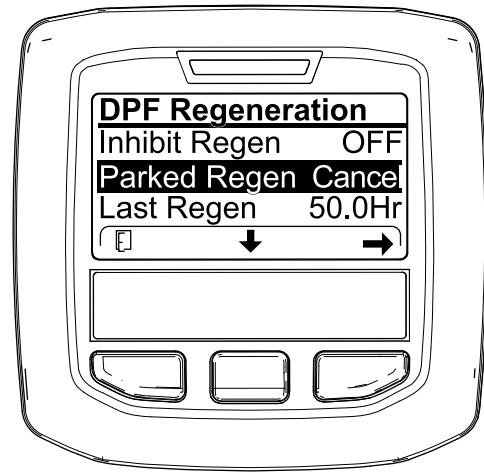
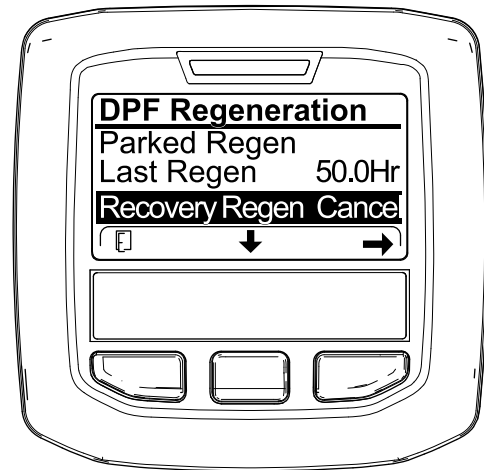

Bild 63
Bild 64
2. Drücken Sie die mittlere Taste, um auf die Option PARKED REGEN. CANCEL (Bild 63) oder RECOVERY REGEN. CANCEL zu navigieren (Bild 64).
3. Drücken Sie die rechte Taste, um den Eintrag „Regen. Cancel“ auszuwählen (Bild 63 oder Bild 64).
1. Zugreifen auf das Menü für die Regenerierung des Dieselpartikelfilters (Bild 63)